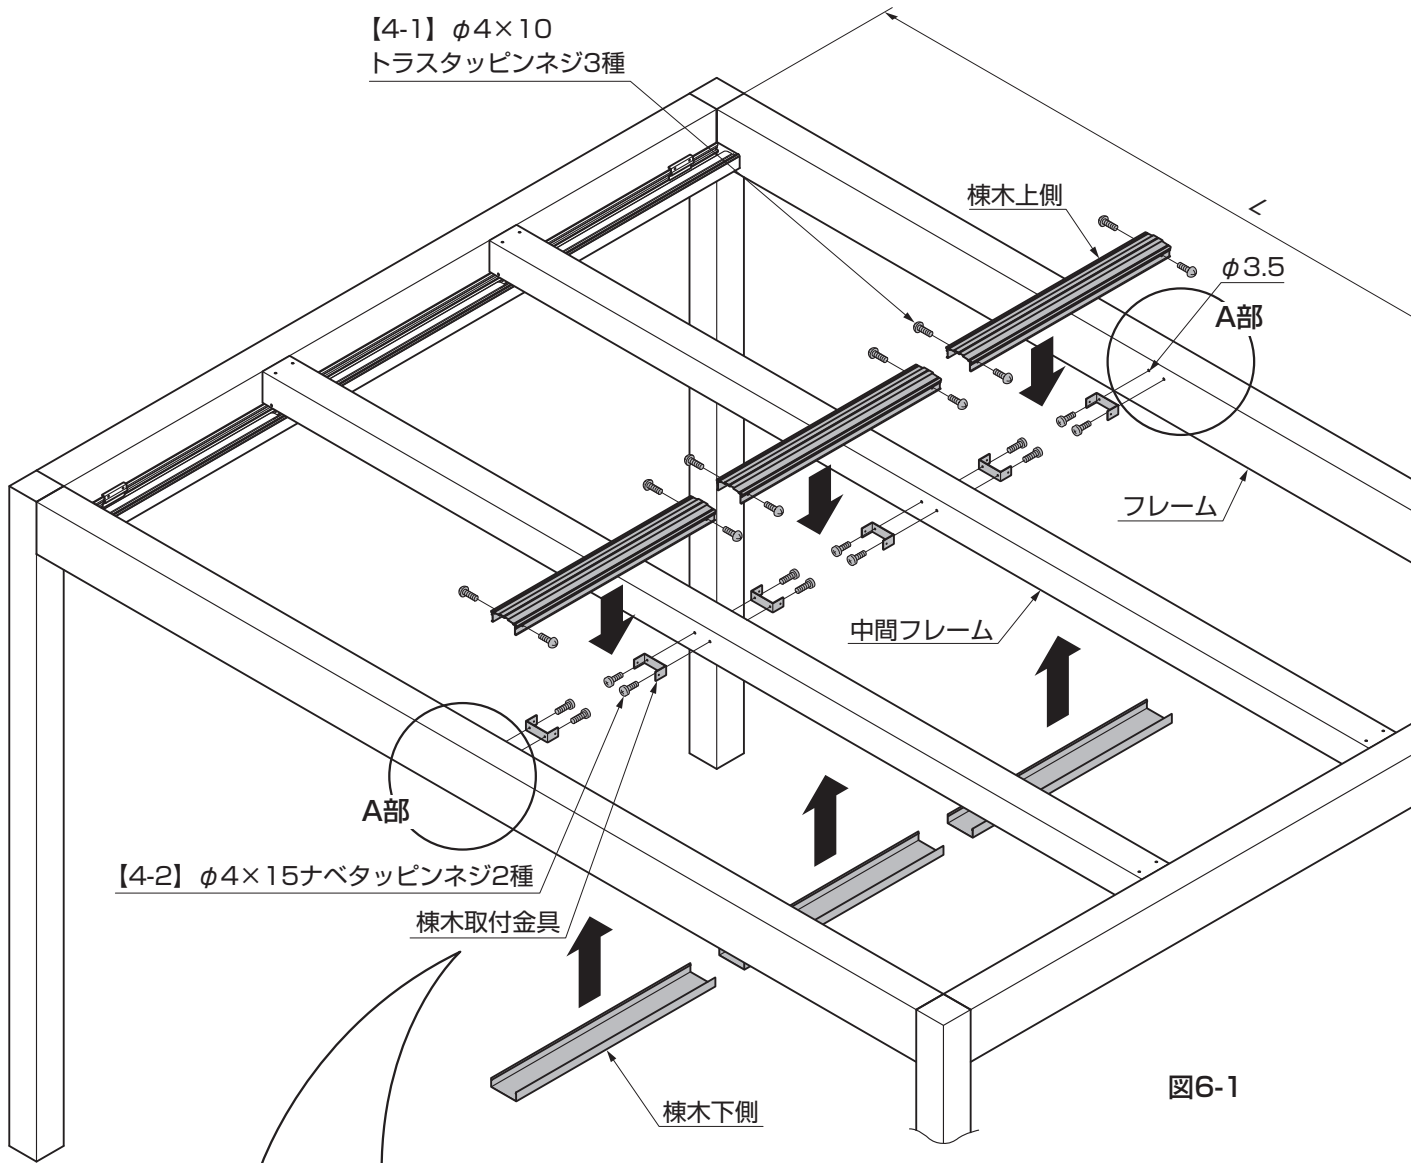
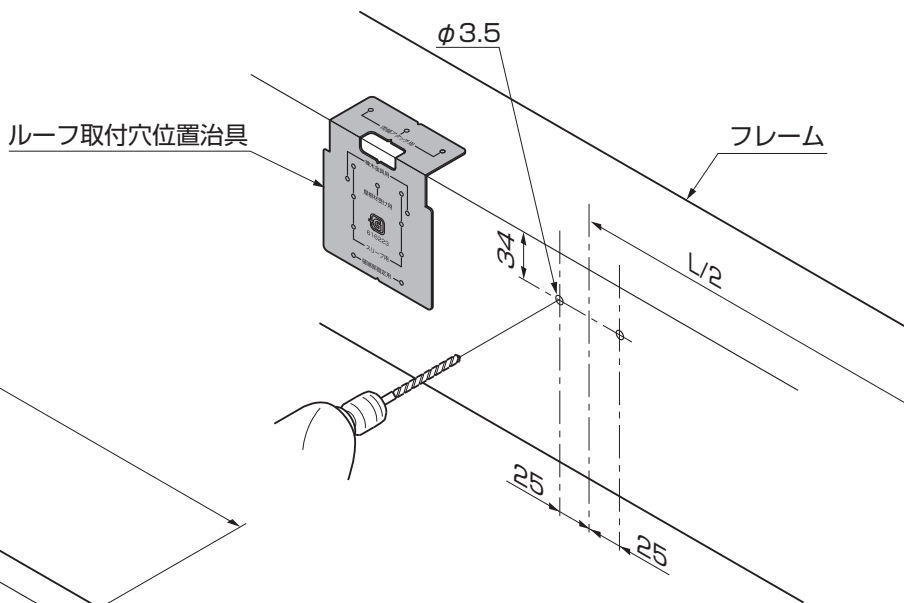
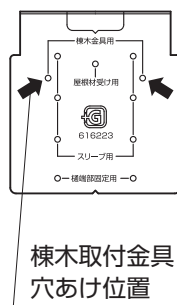

図6-1
図6-2 A部詳細 穴加工位置
図6-3
- ①ルーフ取付穴位置治具をあて $\phi 3.5$ の穴をフレームにあけてください。(図6-1、図6-2、図6-3、表6-1参照)
- ②棟木取付金具をフレーム、中間フレームに【4-2】で取付けてください。(図6-1参照)